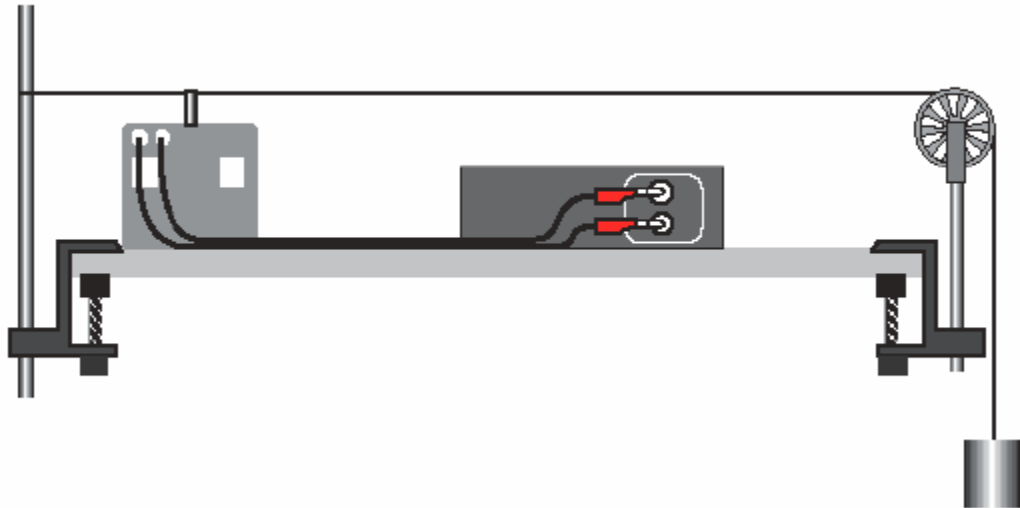

Figura 1. Instalación del equipo.
4. Instala el equipo. Amarra un extremo de la cuerda de 2m al soporte vertical que está sujetado a la orilla de la mesa. Pasa el otro extremo de la cuerda sobre la polea que está montada sobre el otro soporte, como se muestra en la Figura 1, y engancha una masa de aproximadamente 500g a la cuerda.